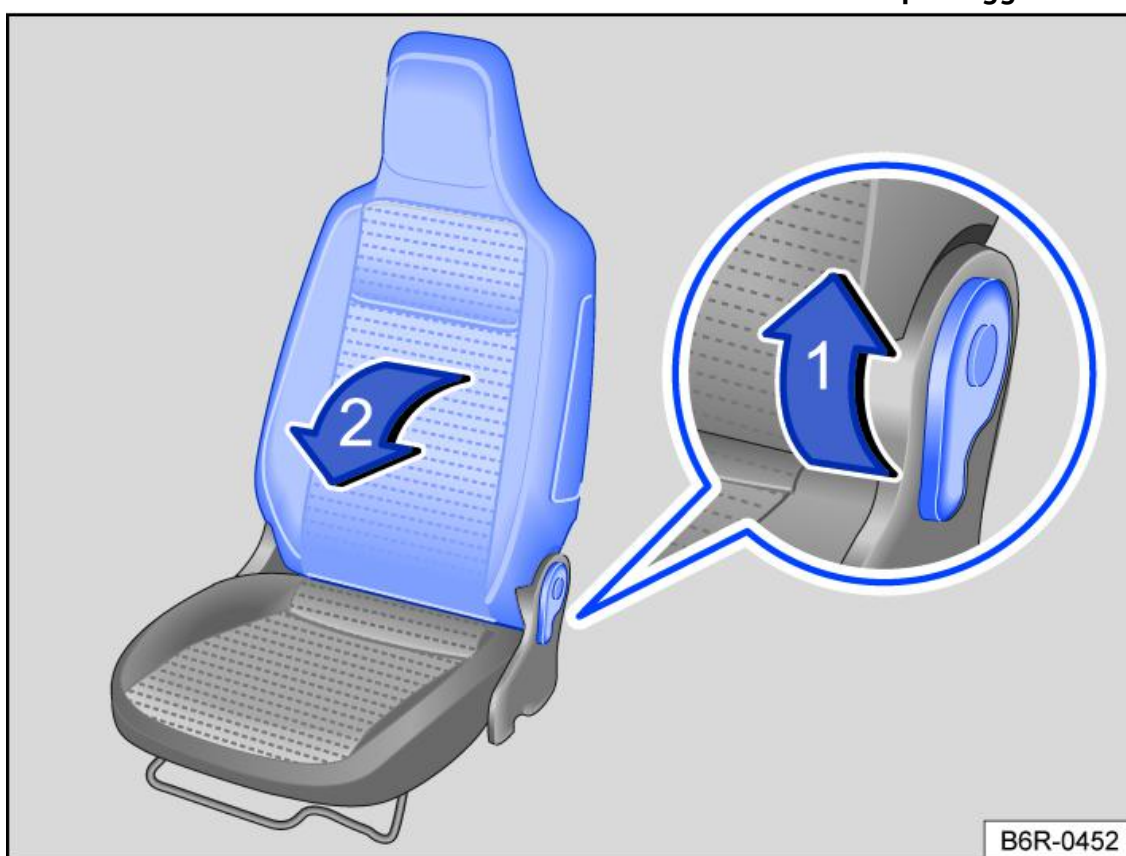

Fig. 1 Abbassamento in avanti dello schienale del sedile del passeggero
2. Sbloccare lo schienale del sedile del passeggero, spostando la leva interna o esterna del sedile nella direzione della freccia → *fig. 1* ①.
3. Reclinare in avanti lo schienale del sedile del passeggero nella direzione della freccia → *fig. 1* ②, mettendolo in posizione orizzontale.
1. Per poter risollevare lo schienale, bisogna prima risbloccarlo dal fermo → *fig. 1* ①.